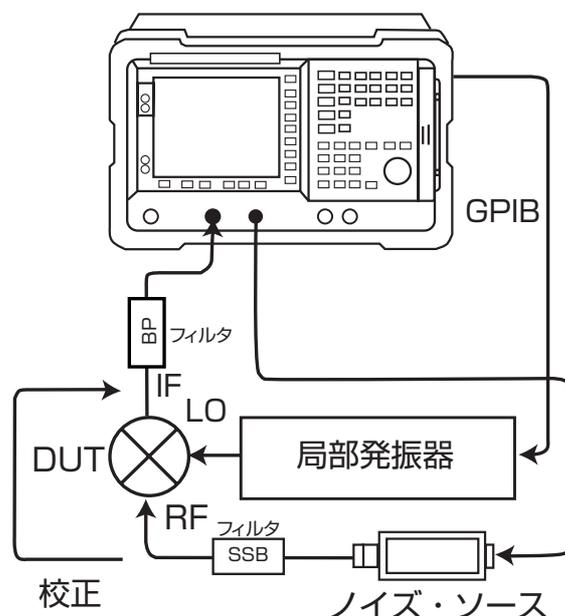

図12. 可変LOと固定IF(フィルタあり)
この例では、DUTとしてミキサを測定します。LOは4.7～5.2GHzの範囲で掃引され、IFは1GHzで固定され、標準測定ポイント数は11であり、LSBが測定されます。図12に測定セットアップを示します。
18. 図12に示されているように、機器を接続します (DUTなし)。